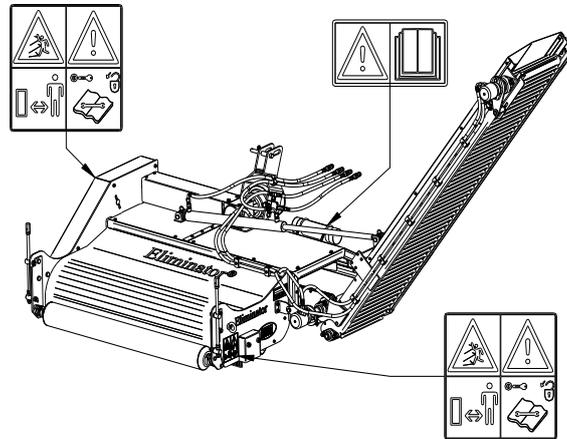

Fig. 5
Existem autocolantes de segurança no lado esquerdo e direito do quadro lateral do Eliminador, bem como nas capas frontal e lateral (Fig. 5) com uma mensagem idêntica. Estes autocolantes de segurança deverão estar sempre claramente visíveis e legíveis e terão de ser substituídos caso fiquem danificados.
(7) Localização de autocolantes de segurança. (Fig. 5)